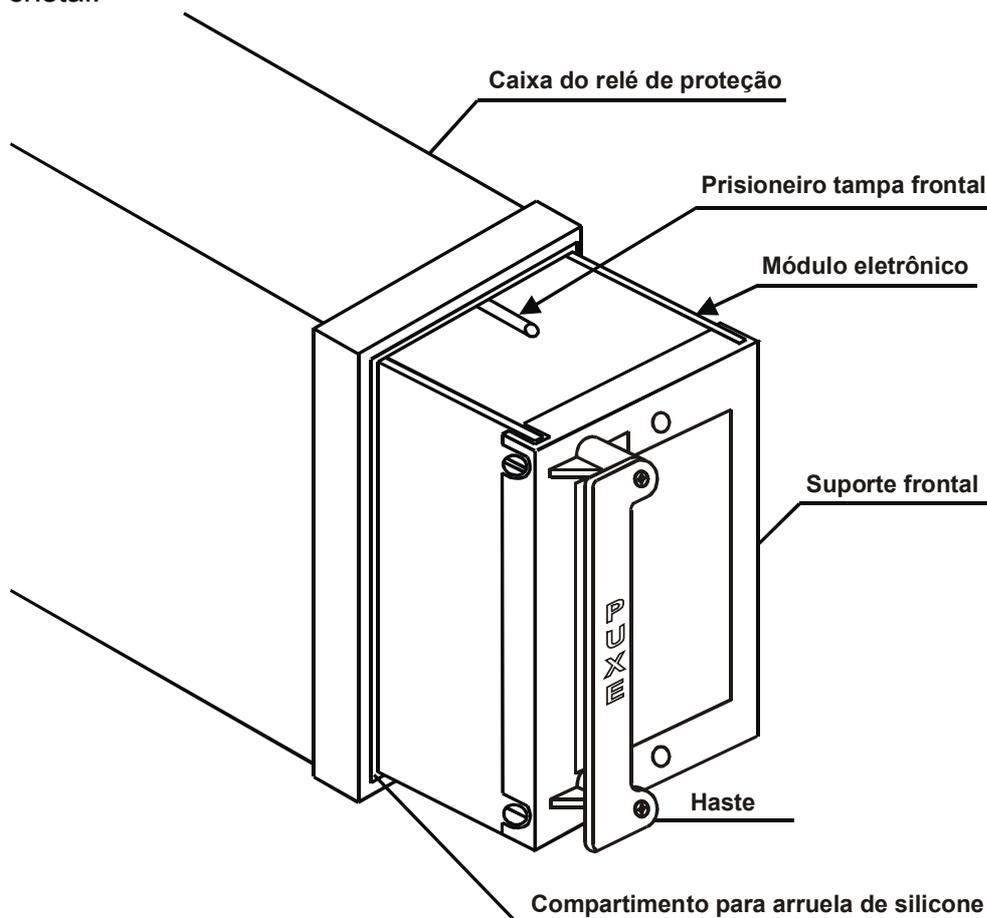
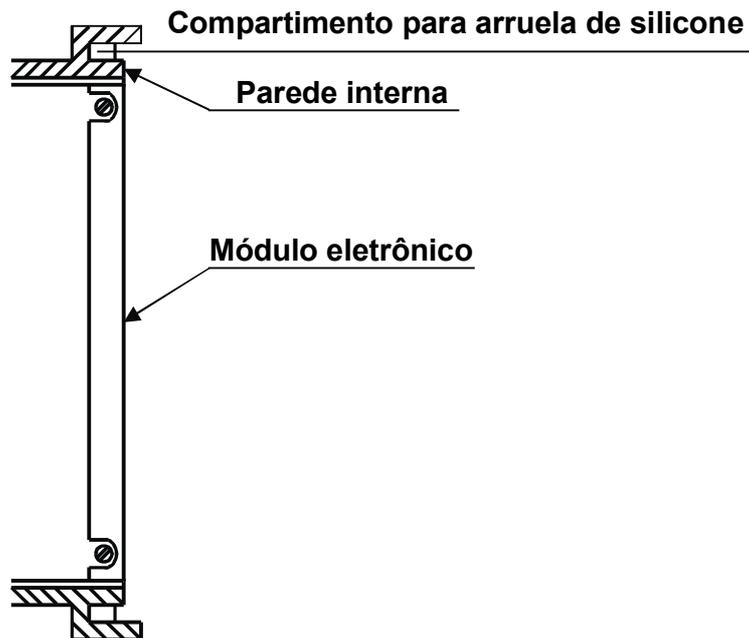

Figura 8 : Inserção do módulo eletrônico
Figura 9 : Vista em corte do encaixe do relé
- a) posicionar o módulo eletrônico (figura 8) na caixa do relé. Utilize haste (figura 8) para encaixar as placas de circuito impresso do módulo eletrônico nas guias internas da caixa.
- b) aplicar pressão nas laterais da haste (figura 8) até que o suporte encaixe totalmente na caixa do relé, ou seja, o módulo precisa ficar totalmente alinhado com a parede interna do compartimento para arruela de silicone (figura 9). Aplicar pressão considerável para um encaixe uniforme e seguro. O sistema de conexão é extremamente robusto e suporta o mecanismo de inserção do relé.